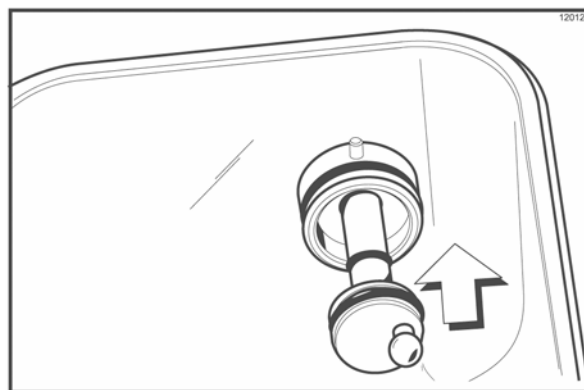

Figure 13
14. Introduire l'extrémité hexagonale de l'arbre d'entraînement dans l'orifice d'entraînement de la paroi arrière du réservoir à mélange (voir Figure 13).